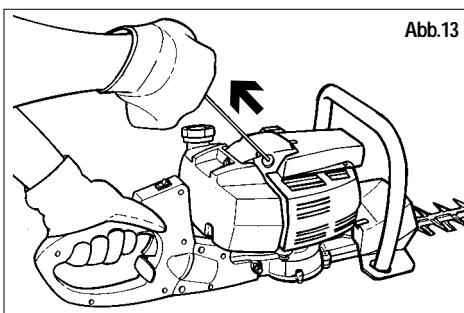

Abb.13
7) Das Starterseil (Abb. 13) bis zu 3 Mal vollständig ziehen.
9) Ziehen Sie am Starterseil (Abb. 13), bis der Motor startet